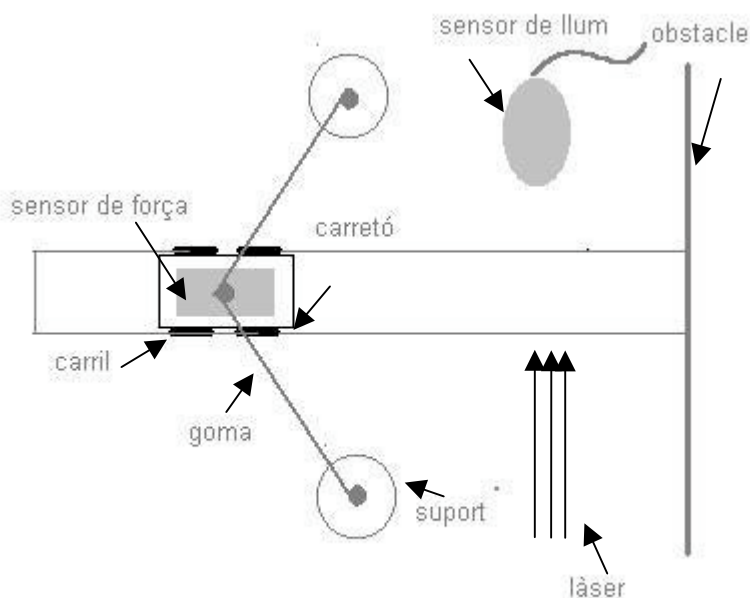

Figura 1
3. Podeu donar velocitat al carretó amb una simple empenta, però, per tal d'aconseguir sempre la mateixa velocitat, catapulteu el carretó mitjançant una cinta de goma tensada sempre de la mateixa manera i col·locada horitzontalment amb l'ajut de dues barretes verticals (figura 1). Una tira de paper mil·limetrat enganxada en el costat del carril pot servir d'ajut.